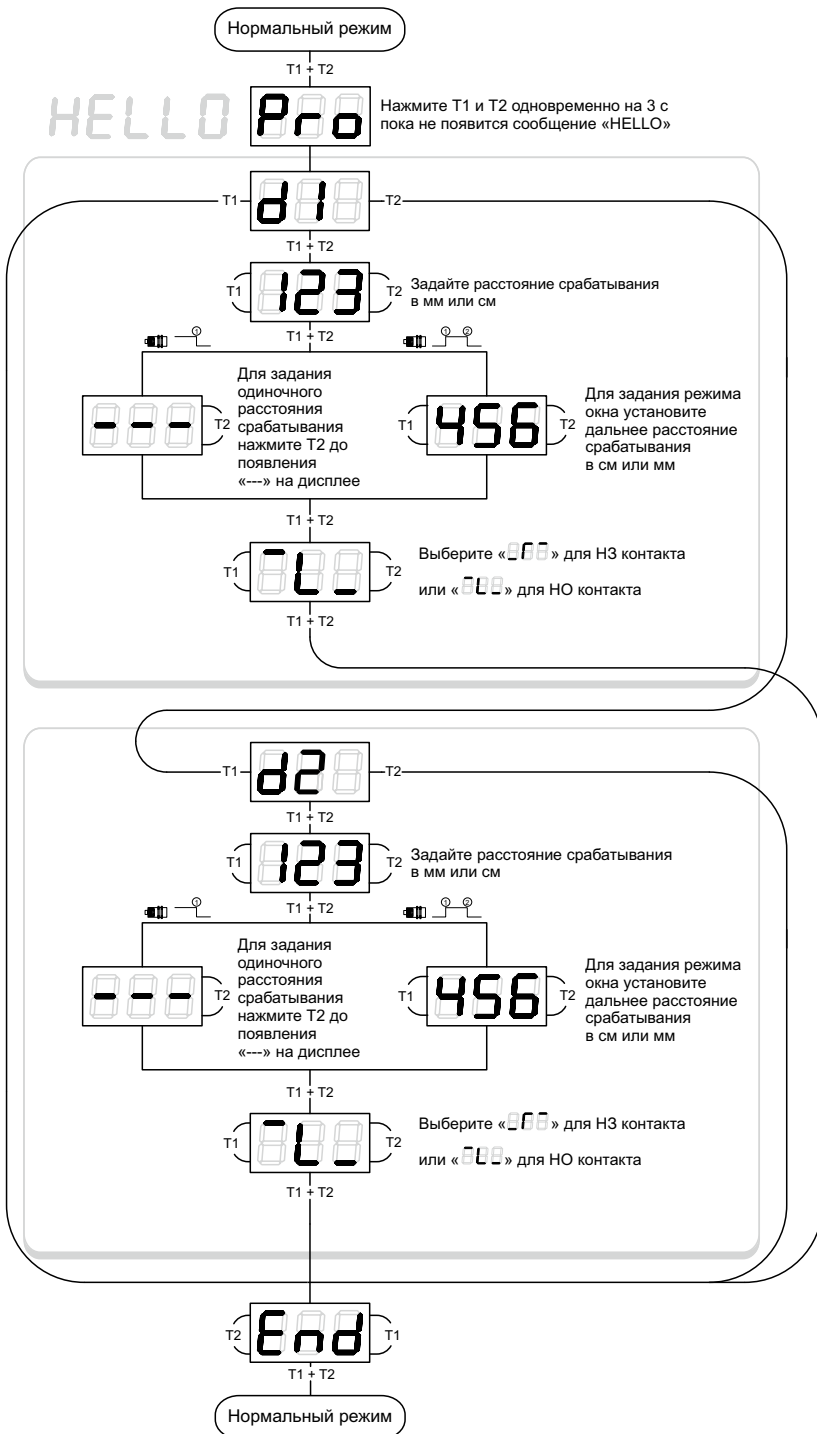

Рисунок 12 – Задание параметров с использованием LED – дисплея для датчика смт+.../DD/TC
- 1) С использованием LED – дисплея, задание числовых параметров расстояний срабатывания (см. рисунок 12);